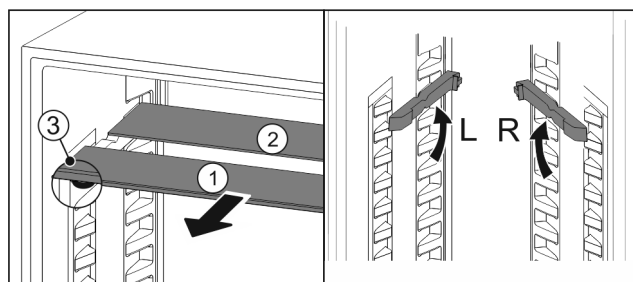

Fig. 30
- 将玻璃隔板逐个向前拉出 Fig. 30 (1)。
- ▷ 带装饰条的玻璃隔板 Fig. 30 (1)在前。
- ▷ 阻挡装置 Fig. 30 (3)指向下方。